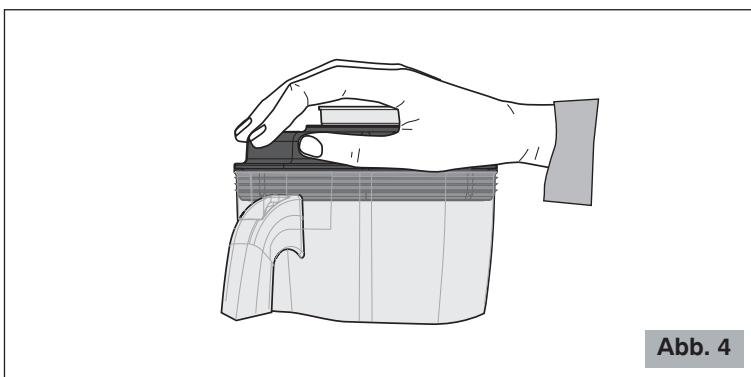

Abb. 4
- 5 Die gewünschte Geschwindigkeit mit dem Wählenschalter wählen und dabei eine Hand auf den Deckel halten, dann den Motor durch Drücken der Taste einschalten (Abb. 4).